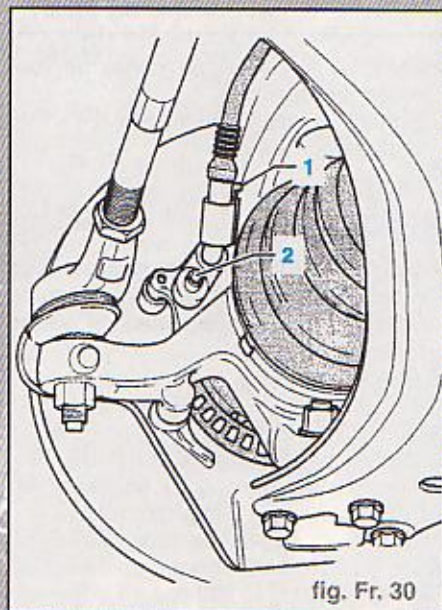

fig. Fr. 30
- Déconnecter le connecteur (1) du câble de capteur de vitesse et du capteur de vitesse (Fig. Fr. 30).
- Dévisser la vis (2) du carter de roulement de roue.